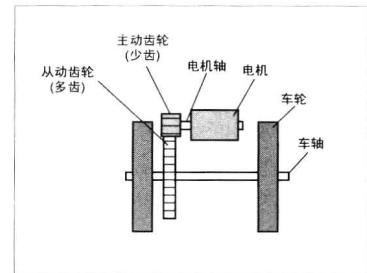

图4 PVC-Robot 9号 I型 (一级齿轮减速机构)
- 8** 把车轴套上塑料垫片，然后穿过凹槽底盘的小孔。关于齿轮箱的安装请参照图4。